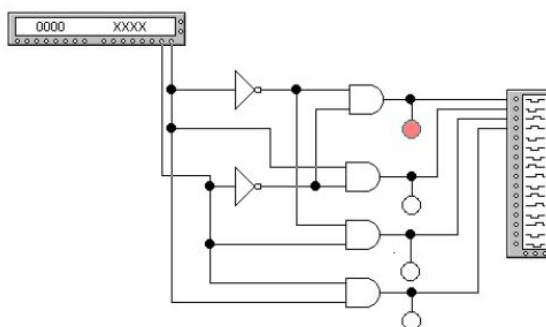

Рис.1. Схема линейного дешифратора двоичного кода в десятичный код с двумя входами
- 1.1. Смоделируйте схему линейного дешифратора двоичного кода в десятичный код с двумя входами (рис.1) в среде Electronics Workbench.